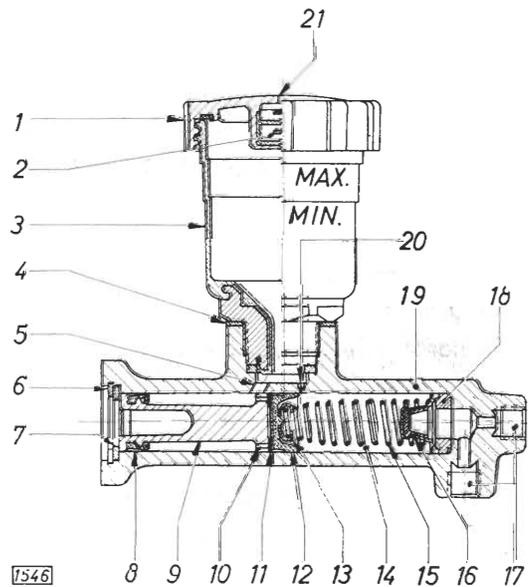

Bild 5 - Hauptbremszylinder mit aufgeschraubtem Bremsflüssigkeitsbehälter
1. Zusammenbau des Hauptbremszylinders nach der Anordnung in Bild 5 vornehmen. Vor dem Zusammenbau Innenteile sowie Innenfläche des Hauptbremszylindergehäuses mit Bremszylinderpaste M 81 leicht einfetten. Zum Einführen der Primärmanschette sowie des Kolbens mit Sekundärmanschette in den Hauptbremszylinder Montagehülse S-1217 verwenden. Dabei diese Teile zunächst von der Seite in Montagehülse einsetzen, die sich später auf den Hauptbremszylinder aufsetzt. Anschließend Hülse mit den entsprechenden Teilen auf Hauptbremszylinder aufsetzen und Teile mit einem dünnen Hartholz- oder Metalldorn – kein Schraubenzieher – in Zylinder einführen. Bei Verwendung eines Metalldornes diesen auf der Seite, mit der eingeführt wird, ballig abrunden.
Der durchsichtige, auf den Hauptbremszylinder aufgeschraubte Kunststoff-Bremsflüssigkeitsbehälter hat kein Sieb (Bild 5). Er entspricht jedoch im Aufbau dem im Technischen Grundbuch